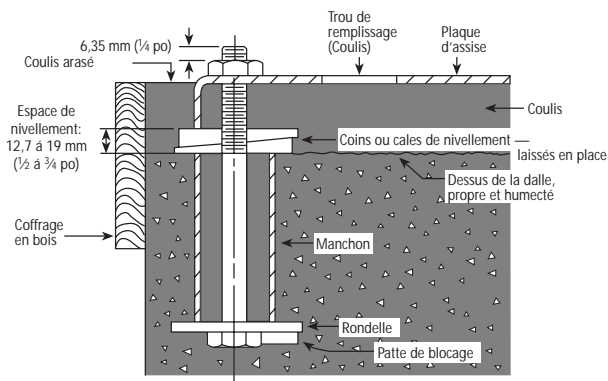

Figure 1
- On doit fixer la plaque d'assise à une dalle reposant sur une semelle de fondation solide et remplir de coulis l'espace séparant la plaque et la dalle (V. fig. 1).